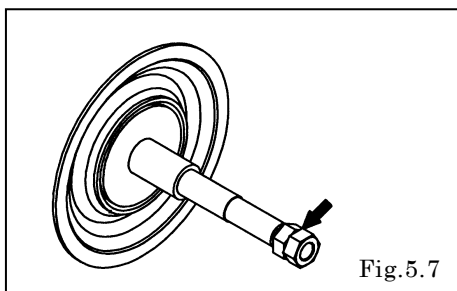

Fig.5.7
- ・ダブルナットを使用して反対側のセンターディスク（外側）を外し、センターロッドからセンターディスク（内側）、ダイヤフラム、センターブッシュを取り外す。〔Fig.5.7〕